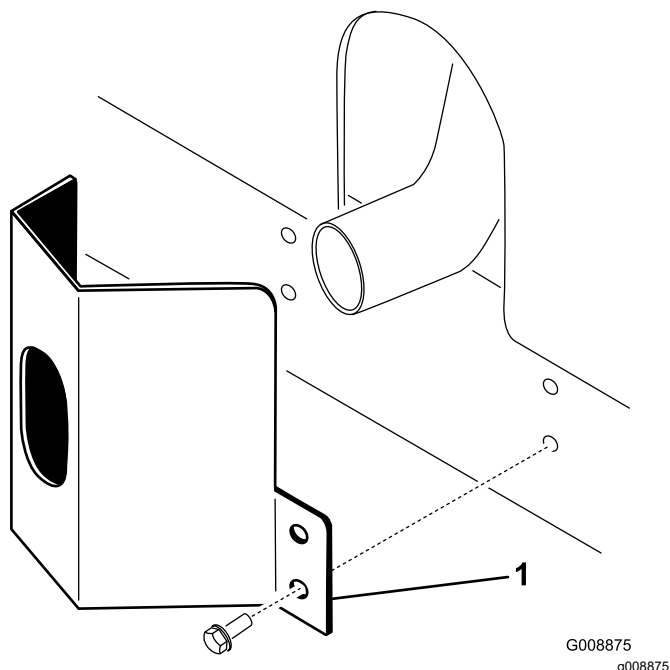

Figura 11
1. Poziționezi protecția pentru evacuare în jurul tobei de eapament în timp ce aliniezi orificiile de montare cu orificiile din cadru (Figura 11).
2. Fixai protecția pentru evacuare pe cadru cu 4 uruburi cu autofiletare (Figura 11).